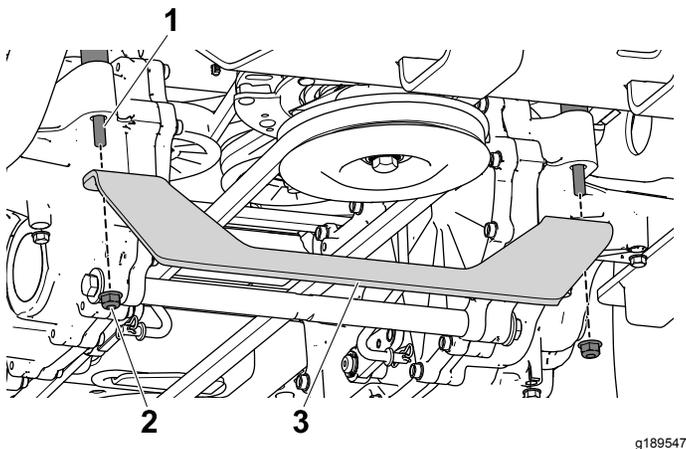

Bild 15
- Entfernen Sie die zwei Bundmutter von den Stützschauben am linken und rechten Getriebe und legen sie zur Seite (Bild 15).
- Fluchten Sie die Halterung mit den Stützschauben aus und befestigen Sie sie mit den beiden im letzten Schritt entfernten Bundmuttern (Bild 15).